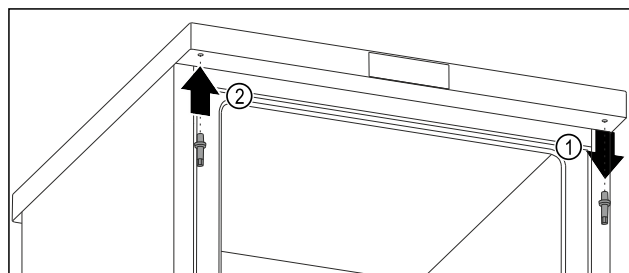

Fig. 14
- Lironi bulonat e sipërm me çelësin e jashtëm kriket. Fig. 14 (1)
- Shtërngoni fort bulonat e anës së kundërt me çelësin e jashtëm kriket. Fig. 14 (2)